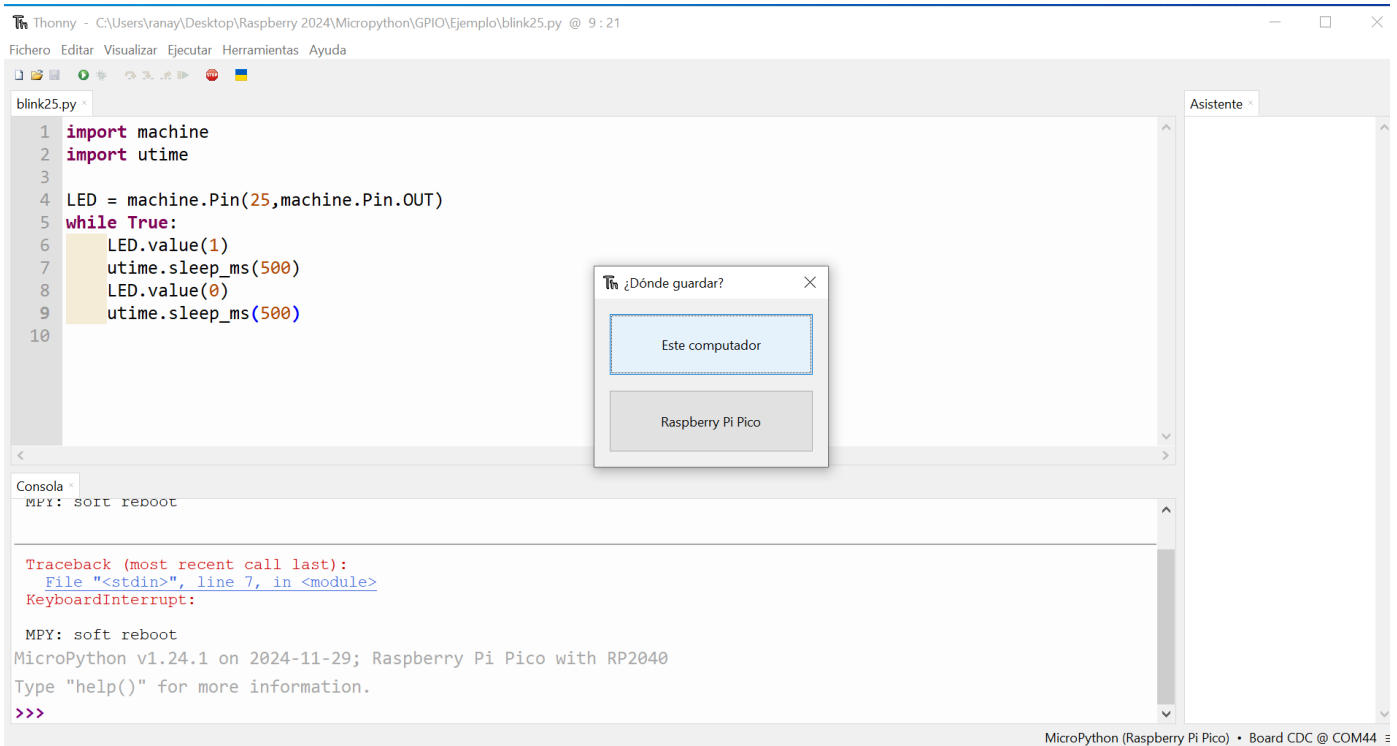

Figura 15. Salvar en computadora personal
I. **Este computador;** lo podrá guardar en alguna ubicación dentro de su computadora con el nombre de su elección **NombrePrograma.py**; este dejará de correr en cuanto lo detenga o se salga de Thonny (figura 15).